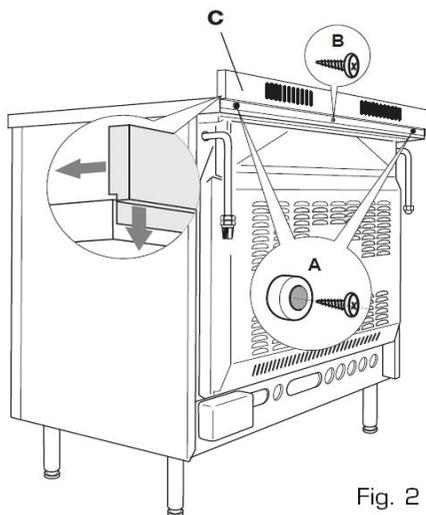

Fig. 2
Avant d'installer la cuisinière, veuillez assembler le dossieret "C" (Fig. 2). Les vis et les entretoises sont fixées sur l'appareil. Vous devez les retirer pour installer le dossieret.
- Retirez les entretoises "A" (fig. 2) en dévissant les vis de fixation.